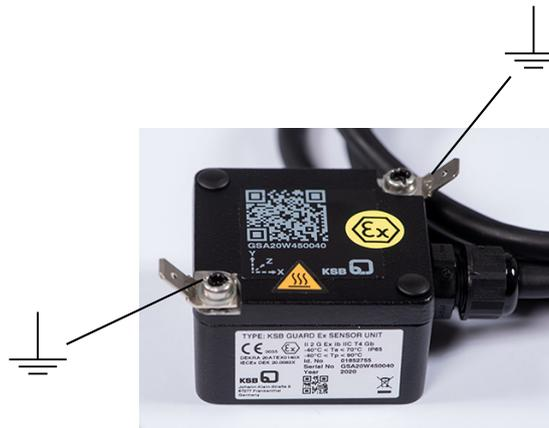

Abb. 13: Erdungsanschlüsse Sensoreinheit
9. Beide Erdungsanschlüsse mit einer geeigneten Leitung und beiliegendem Flachstecker Typ: TE 2178301-1 (Leitungsquerschnitt 4 mm²) an einem Erdungspunkt in der Anlage anschließen (⇒ Abb. 13).